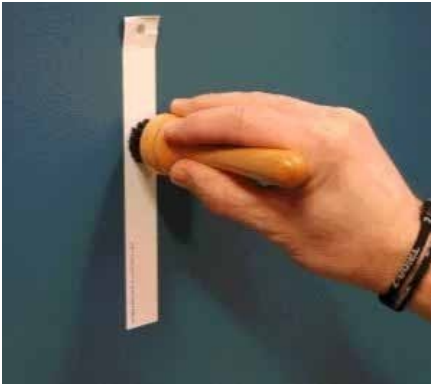

Figura 3 Adesione delle strisce di prodotto
3. Con un movimento circolare e una pressione decisa, passare la spazzola per rivetti RBA-1 su e giù lungo le strisce applicate. Ripassare ogni striscia tre volte per farla aderire saldamente alla parete. Vedere la Figura 3.